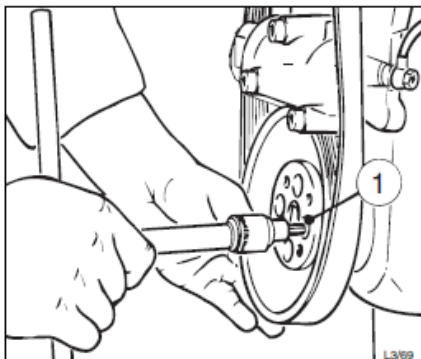

Abb. 55 – Anziehen Riemenscheiben
- Die Riemenscheibe mit der zylindrischen Schraube „1“ (abb. 55) leicht nachziehen, ohne dass die Riemenscheibe noch völlig zentriert ist.